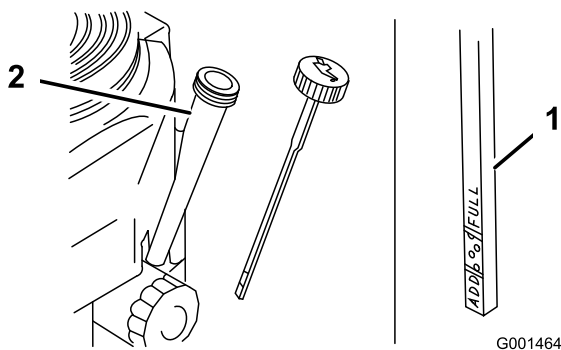

Рисунок 35
4. Очистите поверхность вокруг масломерного щупа (Рисунок 35), чтобы загрязнения не могли попасть в заливное отверстие и привести к повреждению двигателя.
5. Выверните масломерный щуп и на чисто протрите его конец (Рисунок 35).
6. До упора вставьте масломерный щуп в заливную горловину, но не заворачивайте в нее (Рисунок 35).
8. Медленно залейте примерно 80% указанного количества масла в заливную горловину (Рисунок 35).